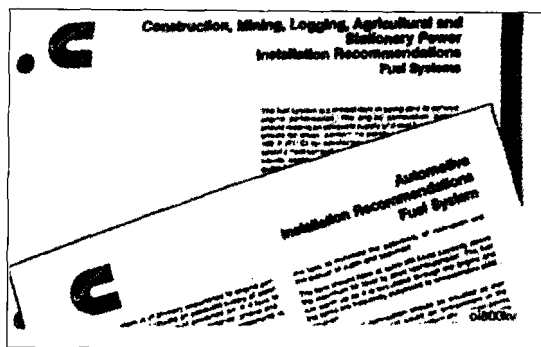

图 1-3 用户应具有该发动机燃油系统技术规范和使用要求
① 使用康明斯发动机的用户, 应具有该发动机燃油系统技术规范文本, 以及发动机数据表中适合于您的发动机和应用类型的使用要求, 如图 1-3 所示。